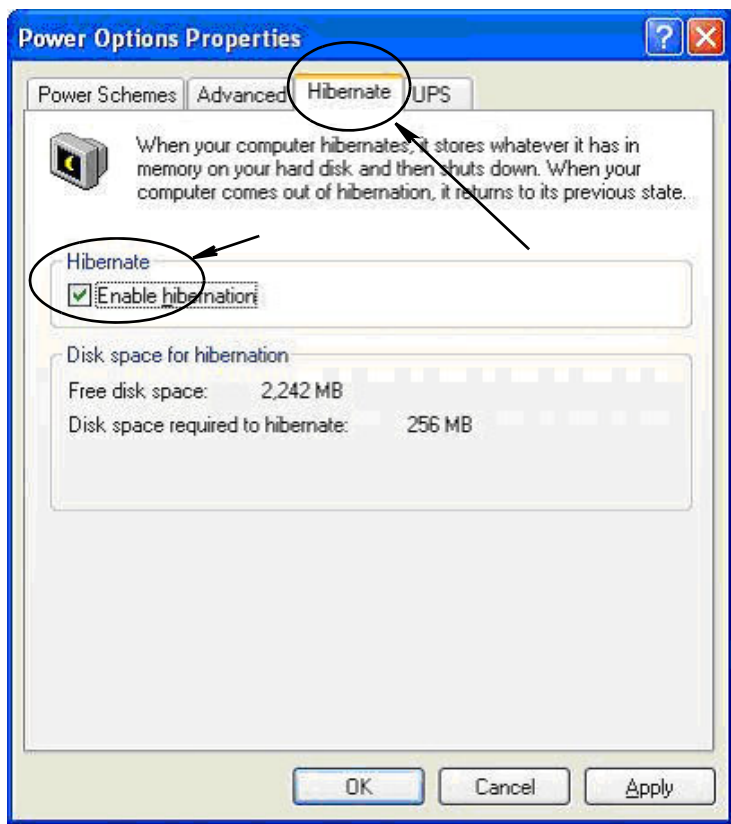

Рис. 31
3. Откройте вкладку «Спящий режим». Если установлен флажок «Разрешить использование режима гибернации», снимите его. Этим вы отмените переход в спящий режим. Нажмите кнопки «Применить» и «ОК», чтобы закрыть все окна (Рис. 31) и сохранить изменения.